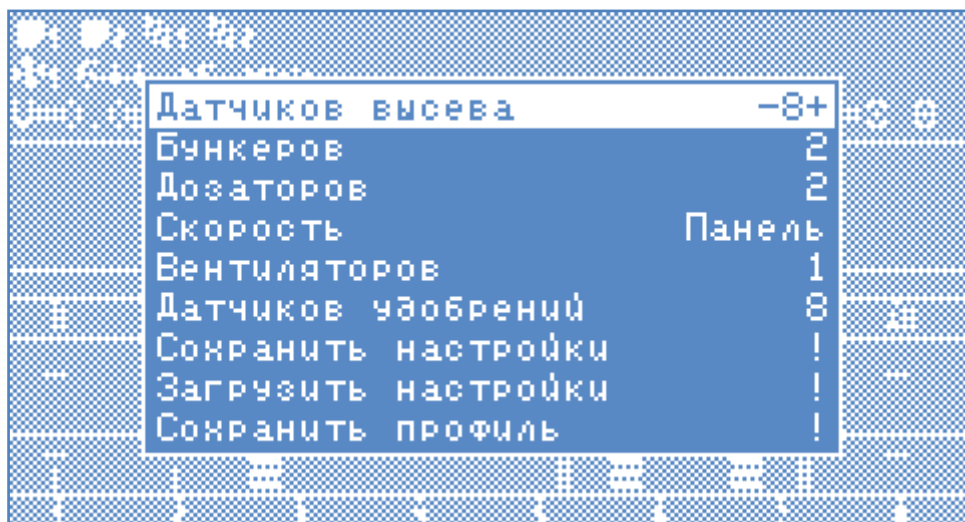

Рисунок 17 Профиль
**9.4.1. Профиль** – вызывает вложенное меню, позволяющее настроить состав и количество датчиков системы контроля высева. Вложенное меню содержит девять параметров, см. «Рисунок 17»: